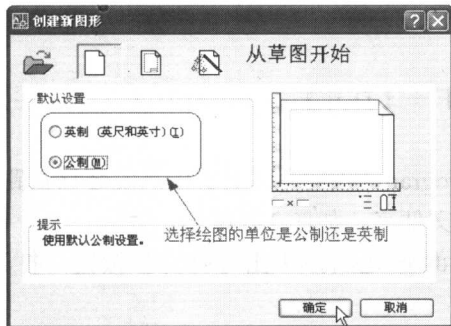

图 1-2 【创建新图形】对话框
- ① 在命令行中输入 STARTUP 命令之后, 按 Enter 键进行确认。
- ② 在命令行中出现提示“输入‘STARTUP’的新值<0>:”之后, 输入数字 1 并按 Enter 键进行确认执行 (输入 0 则可以创建另一种图形方式)。
- ③ 选择【文件】→【新建】命令, 弹出【创建新图形】对话框, 如图 1-2 所示 (使用该对话框中的“默认设置”选项可创建新图形)。